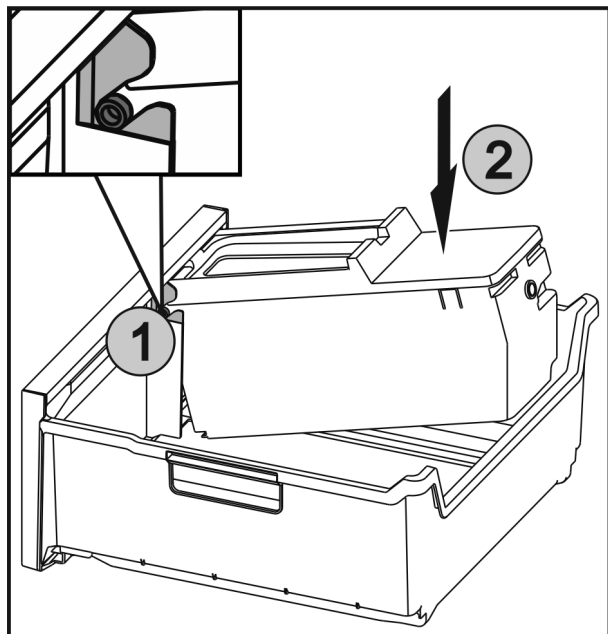

Fig. 66
- ▶ Împingeți axele Fig. 66 (1) de la EasyTwist-Ice în ghidaje și presați partea din spate Fig. 66 (2) până când eclisa se fixează.